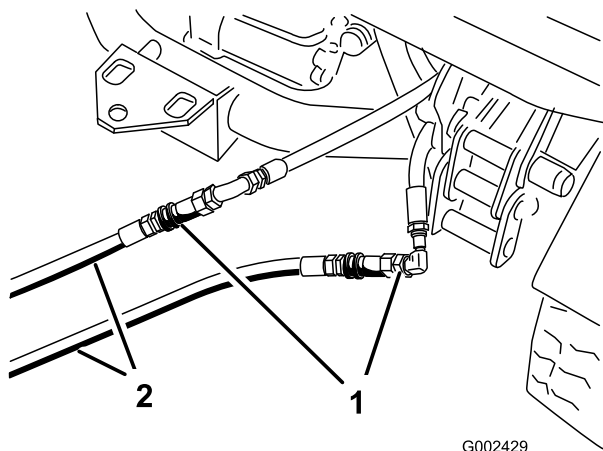

図 72
3. 故障しているワークマンのカップラ・ホースに、救援用ホースをつなぐ (図 72)。使用しないフィッティングにはキャップをかぶせておく。